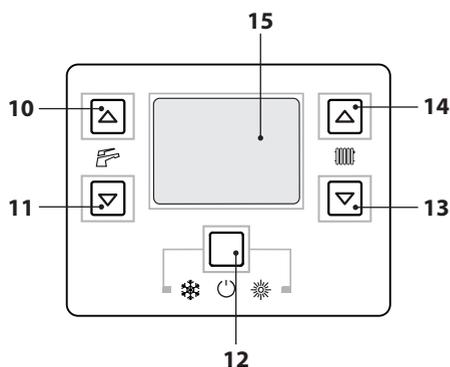

Figura 6.5
- Mantenga pulsado durante 2 segundos el botón 12 hasta que aparezcan en el display los símbolos  y  (Figura 6.5).
- Apague la caldera manteniendo pulsado durante 2 segundos el botón 12( Figura 6.5) hasta que aparezca en el display LCD el símbolo  (los guiones se encienden en secuencia para simular un desplazamiento) (Figura 6.4).